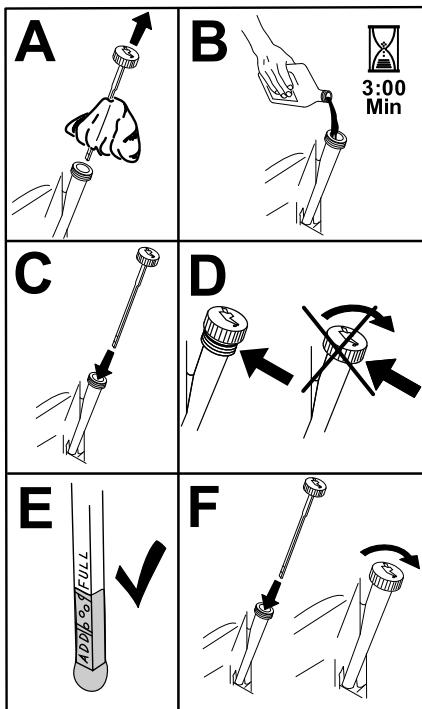

Figure 43
5. Versez lentement environ 80 % de l'huile spécifiée dans le tube de remplissage, puis faites l'appoint lentement jusqu'à ce que le niveau atteigne le repère maximum (**Full**) (Figure 43).